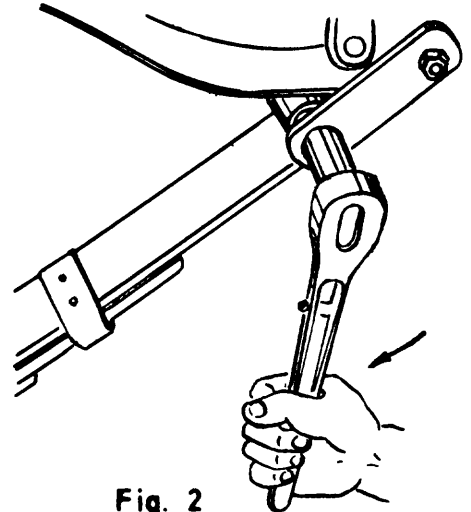

Fig. 2
- b Instale los candados (fig.2).